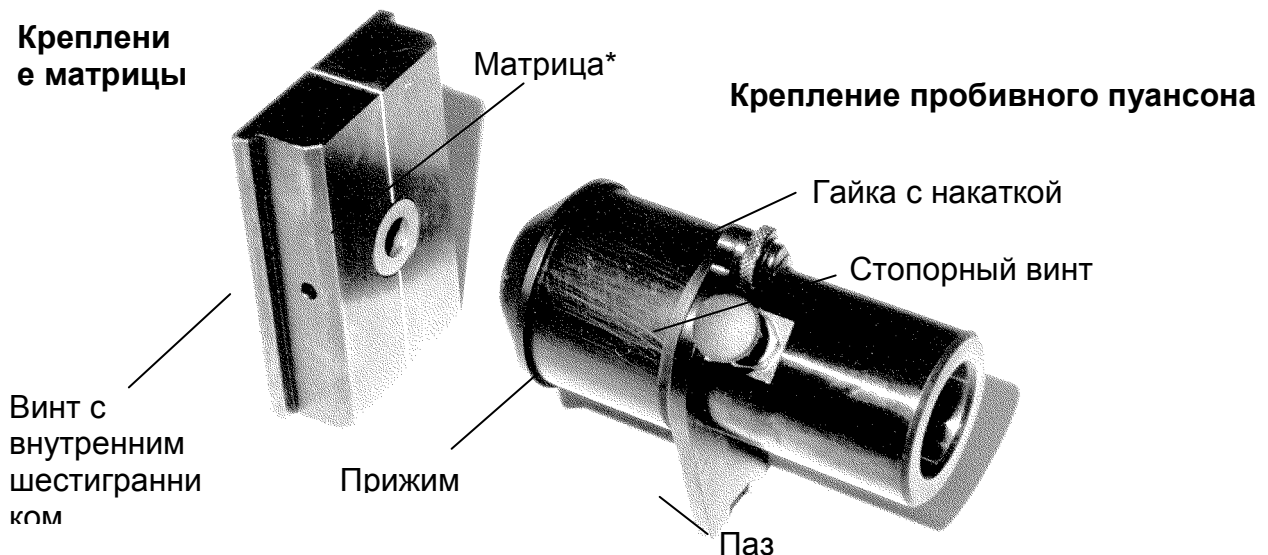
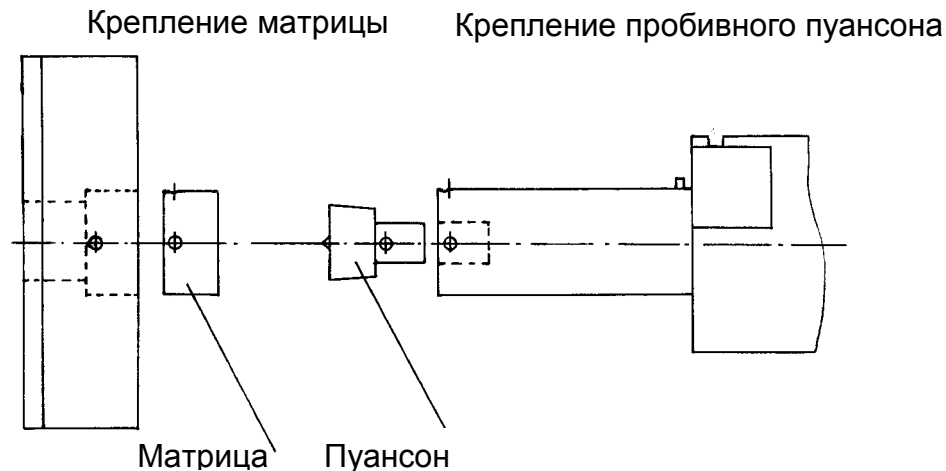

Рисунок 12: Пробивной инструмент 1
Рисунок 13: Схема пробивного инструмента без прижима
Пробивной инструмент 1 состоит из крепления для пробивного пуансона и матрицы. Пробивная насадка состоит из матрицы и пробивного пуансона (рис. 12). Пробивной пуансон (рис. 13) снабжен упорным центром, который обеспечивает быстрое и точное позиционирование.
- Матрица устанавливается в крепление и фиксируется боковым винтом. При этом в обязательном порядке необходимо следить за правильным положением матрицы. Паз / центровое отверстие всегда должны находиться сзади (см. рис. 13). Данные о размере на пуансоне и матрице должны совпадать. Они указаны на обратной стороне инструментов.